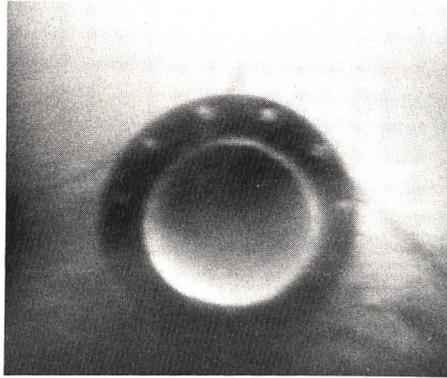

Abb. 4. Unterwasseraufnahme des Rohrendes mit Insituform-Auskleidung.
- form-Auskleidung zwischen Auffangkorb und Rohrende durch den Taucher am darauffolgenden Tag. Anpassungsarbeiten am Rohrende (Abb. 4).